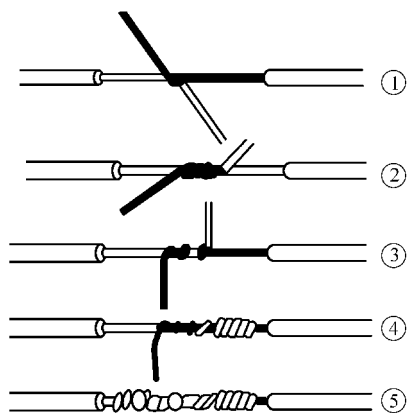

图4-35 铜硬导线单股线对接
1) 单股线对接。应用在各种线路上做导线的延长连接。它的连接方法如图 4-35 所示, 先按线芯直径的约 40 倍长剥去线端绝缘层, 并拉直线芯。